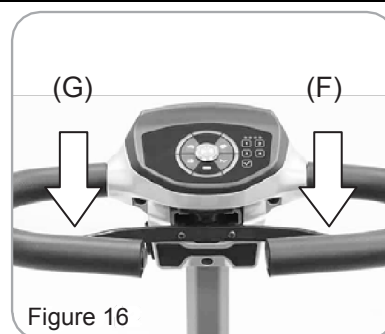

Figure 16
- Tirez sur la manette droite (F) pour faire avancer le scooter. Tirez sur la manette gauche (G) pour faire reculer le scooter. Cette fonction peut être inversée par le fournisseur local, si nécessaire (figure 16).